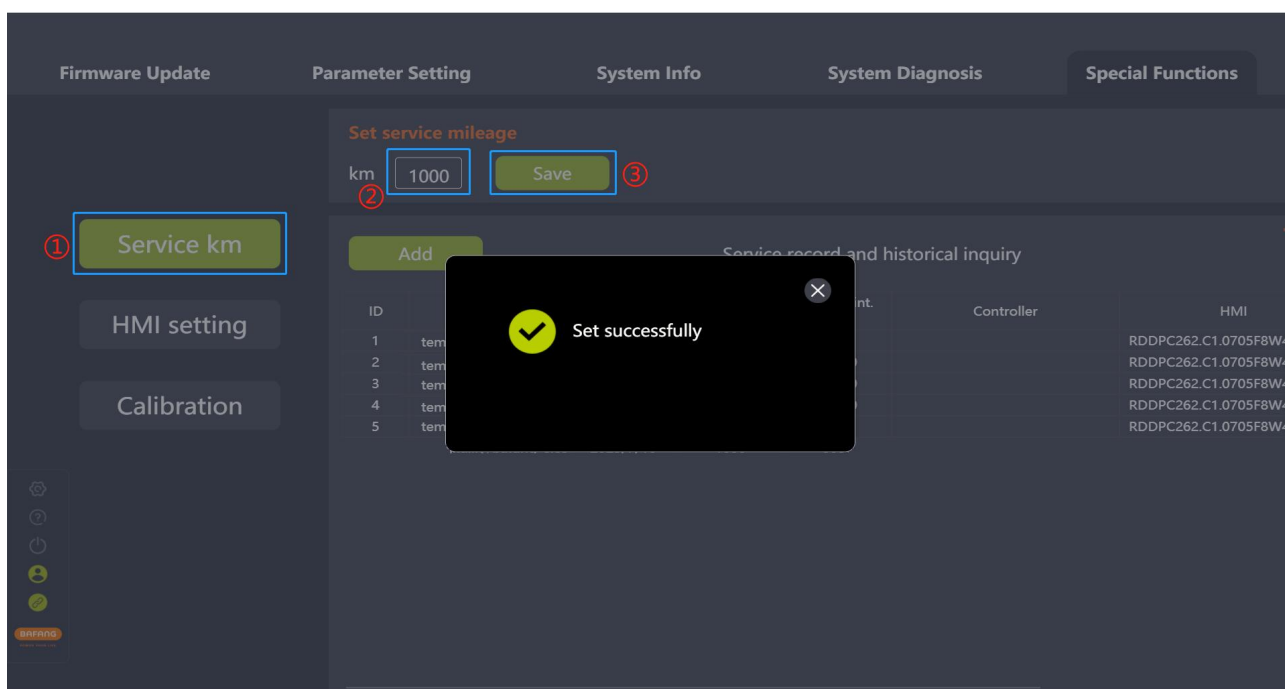

图 8-1 设置保养里程
- (1) 将 BESST 工具箱连接仪表，选中“保养设置”；
- (2) 确认仪表是否支持此功能，如果支持，在输入框中输入要设置的服务里程；
- (3) 点击“保存”按钮（如图 8-1）；